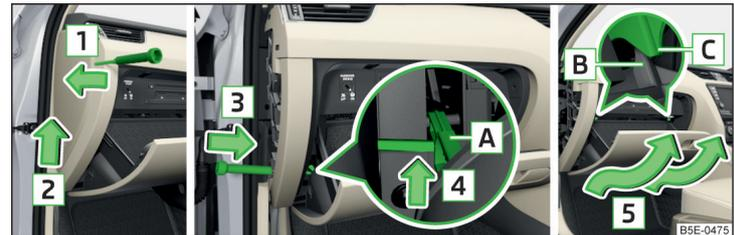

Abb. 239 Ablagefach auf der Beifahrerseite: Rechtslenker
- Einen Schraubendreher unter die Seitenabdeckung einschieben » Abb. 239.
» Abb. 239.